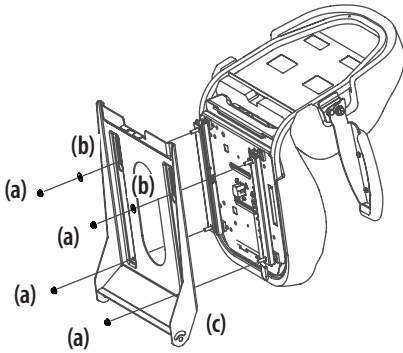

Figure 5
- b. Pour le levier d'ajustement du siège : utilisez les écrous de blocage à bride (a) et les rondelles plates (b). Consultez la Figure 5.